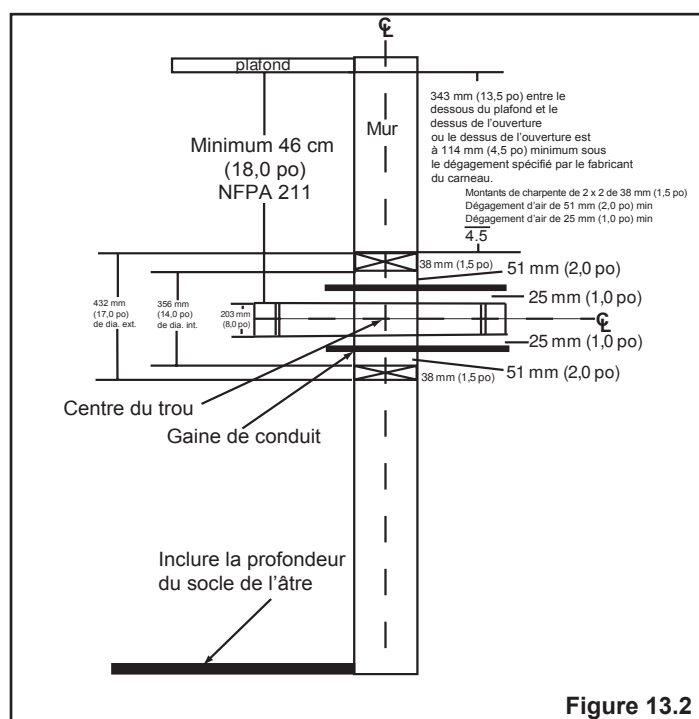

Figure 13.2
- L'ouverture en haut du mur doit être à au moins 343 mm (13 1/2 po) du plafond ou à 114 mm (4 1/2 po) au-dessus du dégagement minimum spécifié par le fabricant du carneau. Le dégagement vertical minimum selon NFPA 211 est de 457 mm (18 po) depuis le carneau et le plafond ou égal à la valeur minimale recommandée par le fabricant du carneau. **Figure 13.2**
1. Pratiquez une ouverture dans le mur intérieur à la hauteur prévue pour l'entrée du carneau dans la cheminée en maçonnerie. **Figure 13.2**
3. Construisez un cadre de 432 x 432 mm (17 x 17 po) (dimensions extérieures) pour l'ouverture du mur en utilisant du bois de charpente de 5 x 5 cm (2 x 2 po). L'intérieur de ce cadre doit avoir une ouverture de 356 x 356 mm (14 x 14 po) minimum. **Figure 13.2**